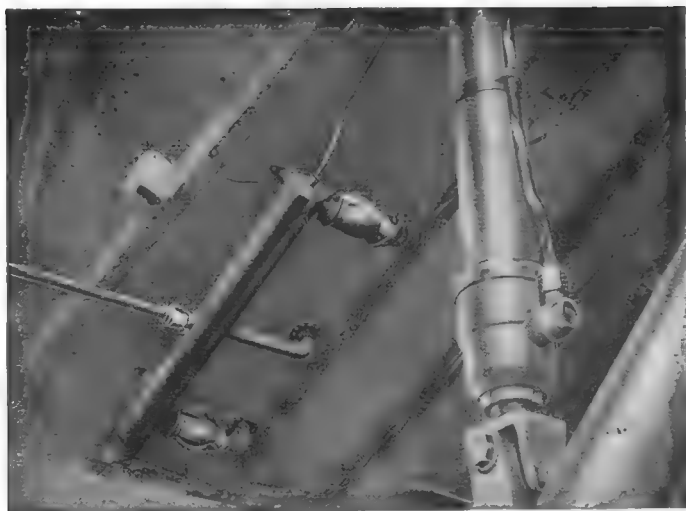

Fig. 44
Dai pozzetti dei due serbatoi esterni mediante due tubi, la benzina, attraverso a due valvole di non ritorno, arriva ad un gruppo di diramazione (8) sistemato sul ventre dell'ala in corrispondenza del carrello (fig. 44). Da questo gruppo che riunisce così le mandate dei due serbatoi, par-